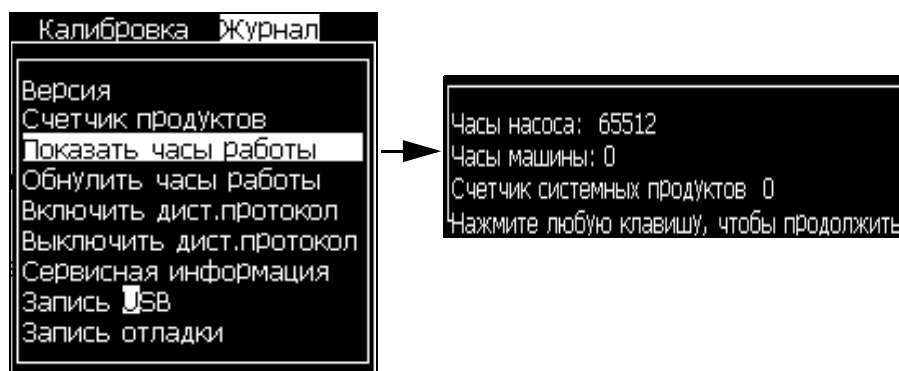

Рисунок 4-17: Просмотр часов работы
- 1 Выберите опцию “*View Run Hours*” (просмотр часов работы) (смотрите Рисунок 4-17) из меню “*Data Logging*” (регистрация данных). Появится диалоговое окно “run hours” (часы работы).